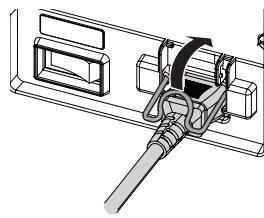

図1
2) 電源コードを固定している電源コードホルダーを上に持ち上げる（図1）